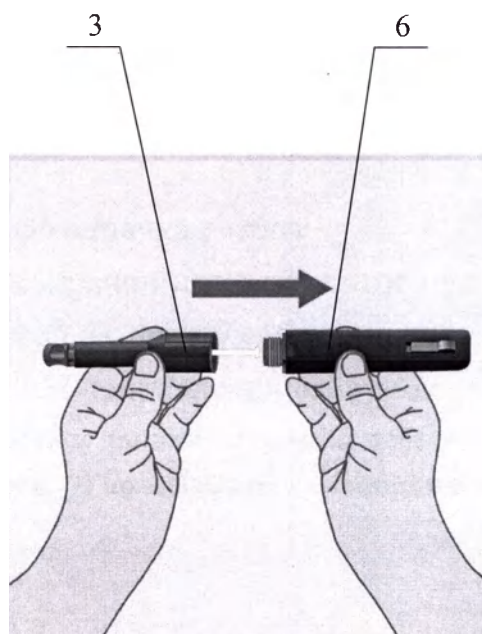

Рисунок 14 – Начало сборки
Совместите держатель шприца (3) в сборе в левой руке с корпусом (6) (рисунок 14).